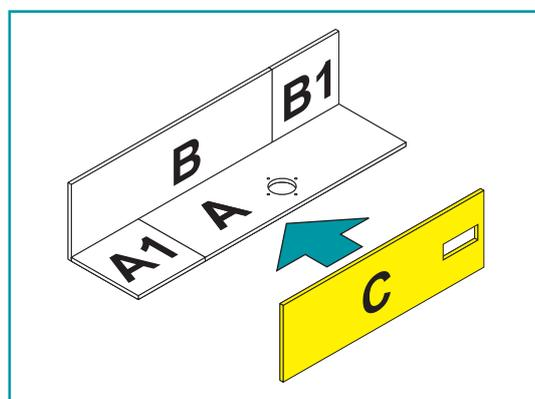

figura 5
2.2.4 Monte el panel C a los paneles A and A1. (figura 5)